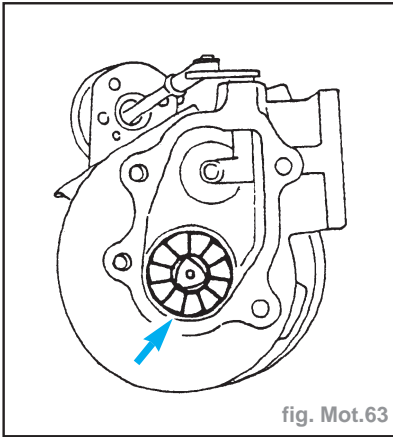

fig. Mot. 63
- Vérifier ce qui suit sur la roue de turbine (fig. Mot. 63) :